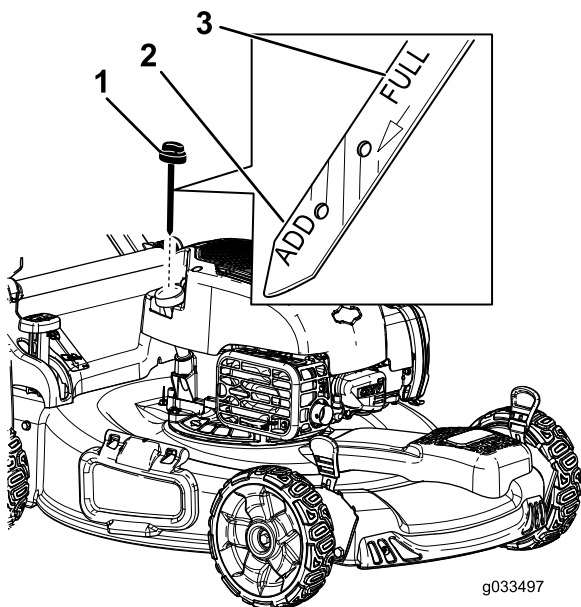

Рисунок 14
2. Извлеките масломерный щуп, повернув крышку против часовой стрелки и вытянув его (Рисунок 14).
5. Определите уровень масла по отметкам на щупе (Рисунок 14).